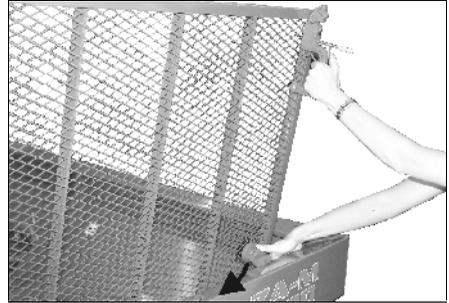

Fig. 18
- Před uzavřením ochranného síta zatlačte pojíska směrem dolů (Fig. 18).